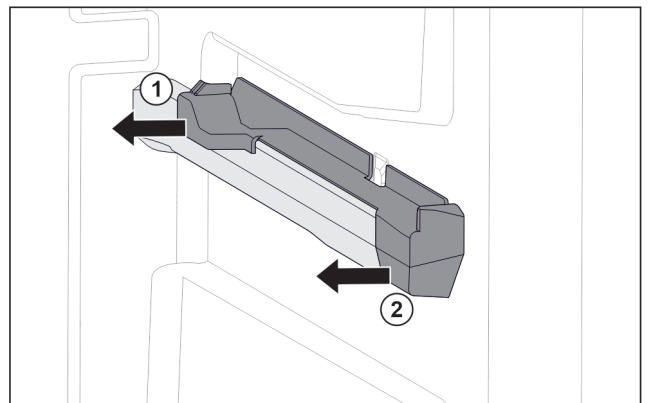

Fig. 41 Násuvný diel na pravom rebro nádoby
- ▶ Stiahnite násuvný diel vzadu do strany. Fig. 41 (1)
- ▶ Stiahnite násuvný diel vpredu do strany. Fig. 41 (2)